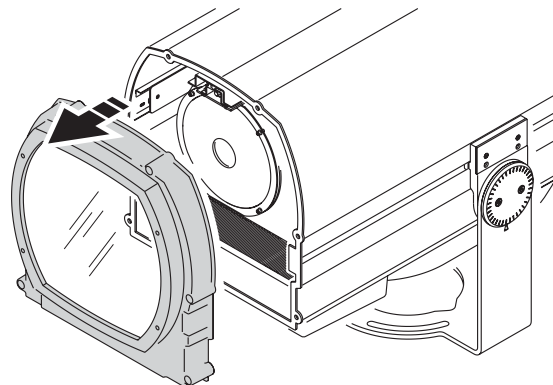

Bild 18: Entfernen des Frontglases mit Dichtung
2. Siehe Bild 18. Lösen Sie die sechs Inbusschrauben des Frontglases. Entfernen Sie das Glas und die Dichtung. Beschädigen Sie die Dichtung nicht. Wenn Sie die Dichtung nicht entfernen, könnte sie beschädigt werden und der Zugriff auf das Leuchtmittel ist erschwert.